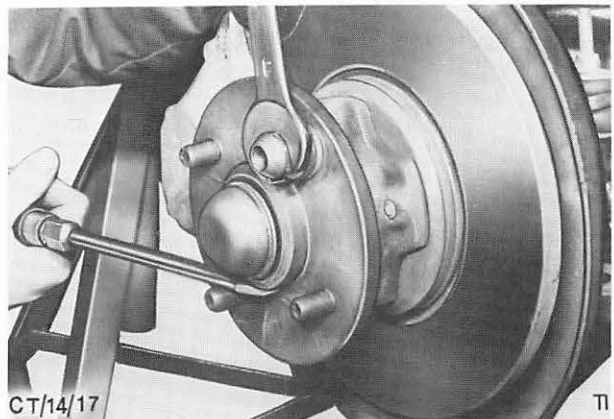

Abb. 29 Radbolzen einziehen
5. Verzahnung des neuen Radbolzens leicht fetten, Bolzen in die Bohrung einsetzen und mit einem Distanzstück sowie einer umgedrehten Radmutter (Konus nach außen) einziehen. Abb. 29.